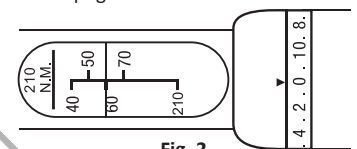

Fig. 2
- La chiave dinamometrica è ora impostata su 66 Nm (Fig. 2).